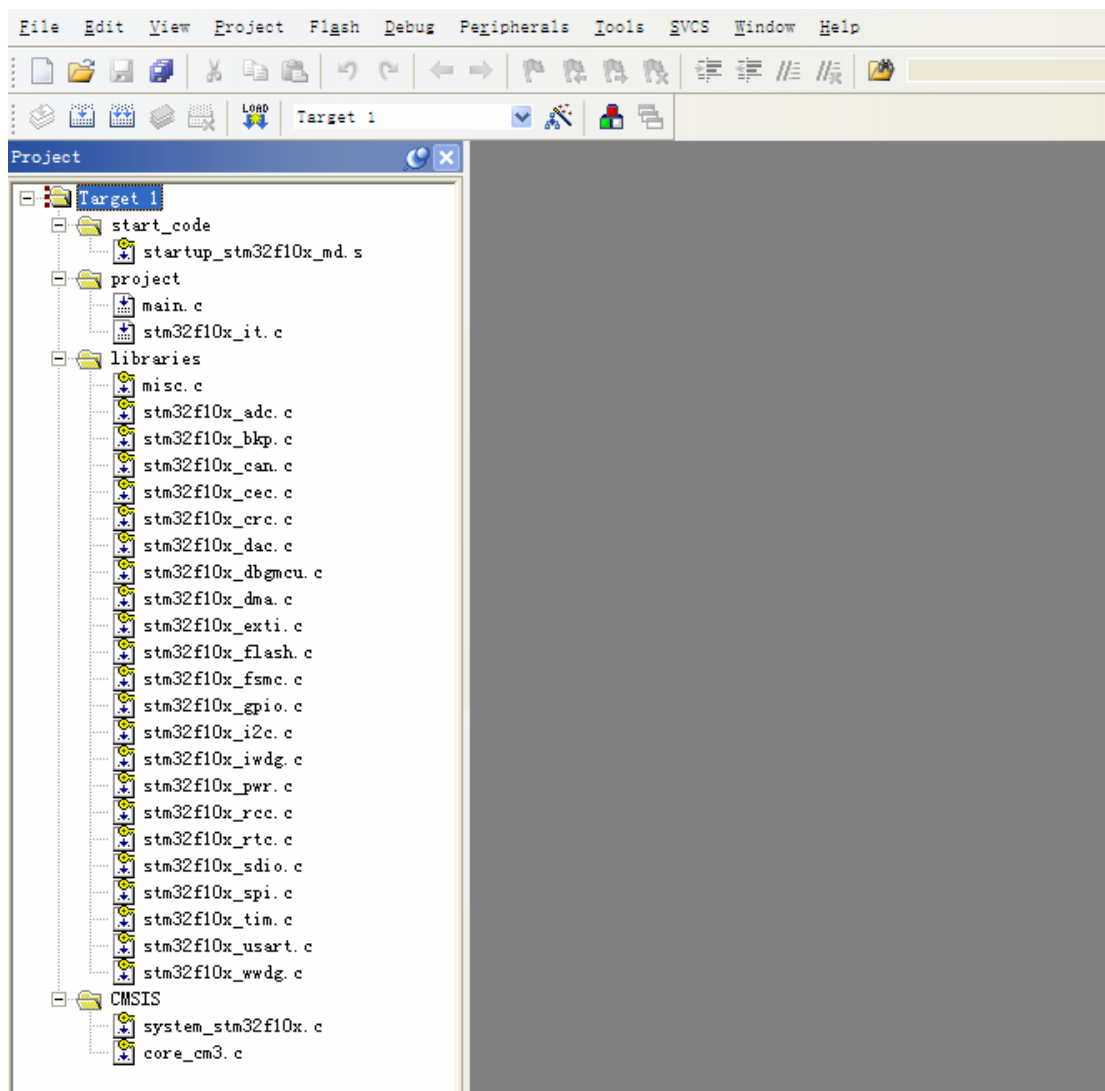

图 4-79 完成添加文件到我们的工程中
15. 我们首先在“Libraries\CMSIS\CM3_DeviceSupport\ST\STM32F10x”路径下添加system_stm32f10x.c文件(system_stm32f10x.c是ARM公司提供的符合CMSIS标准的库文件)；然后从Libraries\CMSIS\CM3_CoreSupport里添加core_cm3.c；注意，这些组里面添加的都是汇编文件跟C文件，头文件是不需要添加的。最终效果如下图4-79：